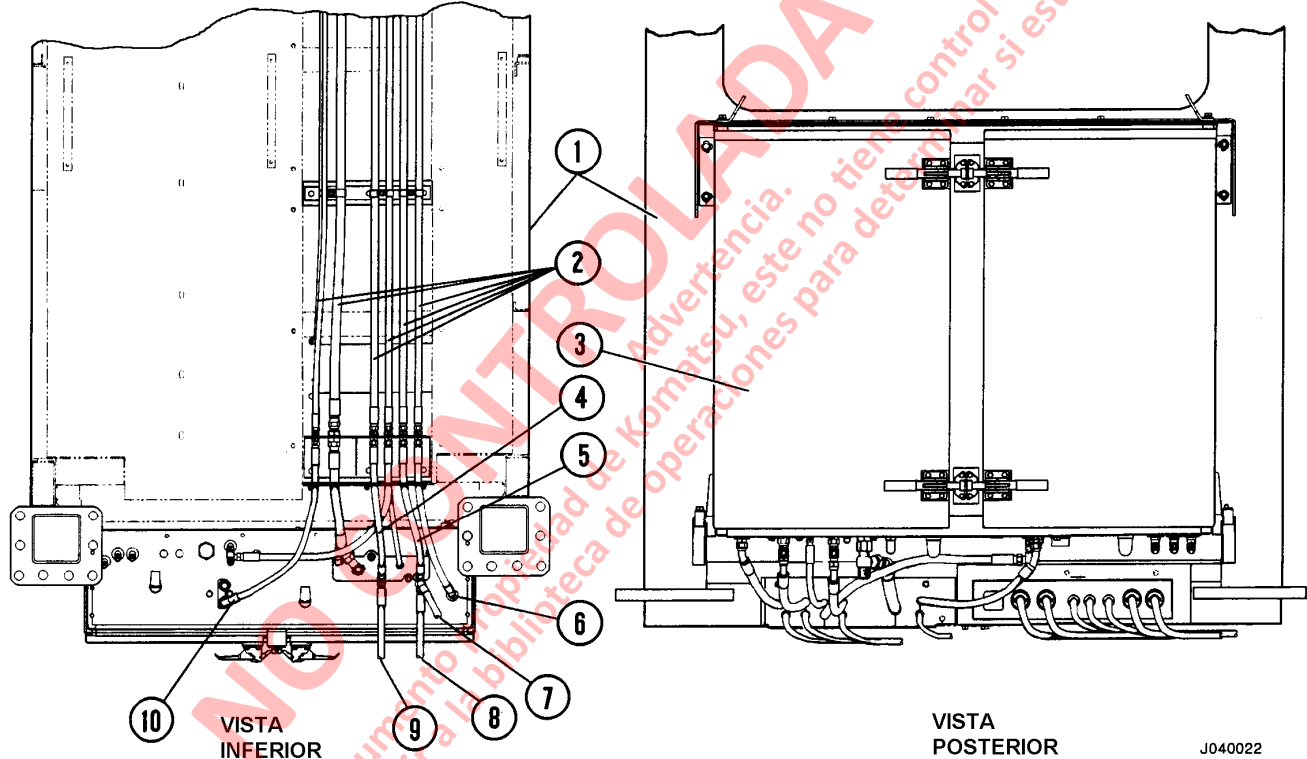

FIGURA 4-4- GABINETE DE COMPONENTES HIDRAULICOS
43. Desconecte la manguera (4, Figura 4-4) que suministra aceite a la válvula de freno (lumbrera "P2"), circuito de freno delantero, sacando la T unida a la parte inferior del gabinete hidráulico (lumbrera "AF1" del múltiple de freno). Tape el fitting en T, pero la manguera debe ventilar a la atmósfera.
- 48. Vuelva a conectar la manguera (4, Figura 4-4) a la T en la lumbrera "AF1", parte inferior del gabinete hidráulico.
49. Desconecte la manguera (5, Figura 4-4) que suministra aceite a la válvula de freno (lumbrera "P1"), circuito de freno trasero, sacando la T unida a la parte inferior del gabinete hidráulico (lumbrera múltiple de freno "AR1"). Tape la T, pero debe ventilar la manguera hacia la atmósfera.
53. Vuelva a conectar la manguera (5, Figura 4-4) a la T en la lumbrera "AR1", parte inferior del gabinete hidráulico.